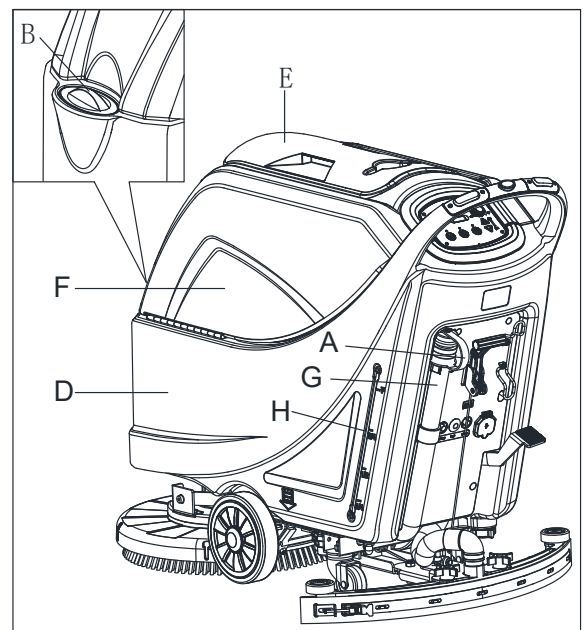

Figura 7
1. Abra a tampa de entrada de água (B, Figura 7).